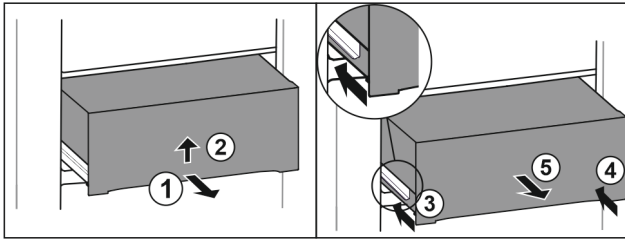

Fig. 26
- ▶ Schubfach halb herausziehen. Fig. 26 (1)
- ▶ Schubfach an der Unterseite anheben. Fig. 26 (2)
- ▶ Linke Schiene einschieben. Fig. 26 (3)
- ▶ Rechte Schiene einschieben. Fig. 26 (4)
- ▶ Schubfach nach vorne entnehmen. Fig. 26 (5)